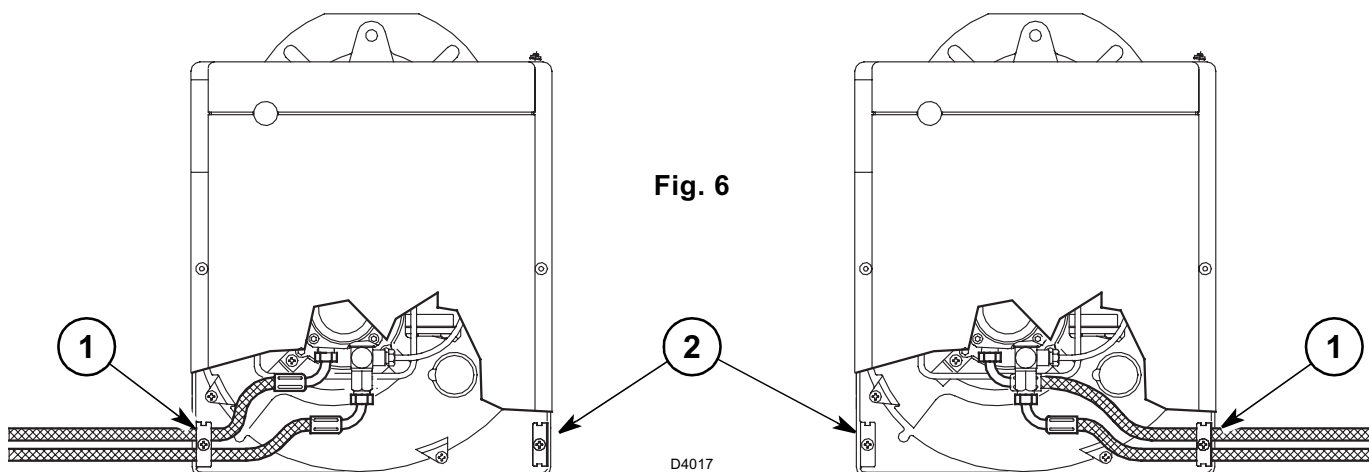

Fig. 6
In de fabriek werd de brander voorzien om de brandstoftoevoerleidingen langs beide zijden te kunnen aansluiten. Afhankelijk van de uitgang van de flexibels - links of rechts - kan het nodig zijn om de plaatsing van het bevestigingsplaatje (1) en het afdekplaatje (2) om te wisselen, (zie fig. 6).